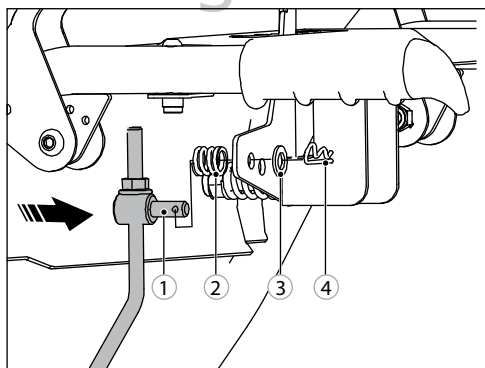

Рис. 5
4. Установите тягу переключения передач 1 в специально отведенное отверстие и закрепите с помощью пружины 2, стопорного кольца 3 и шплинта 4 (рис. 5).